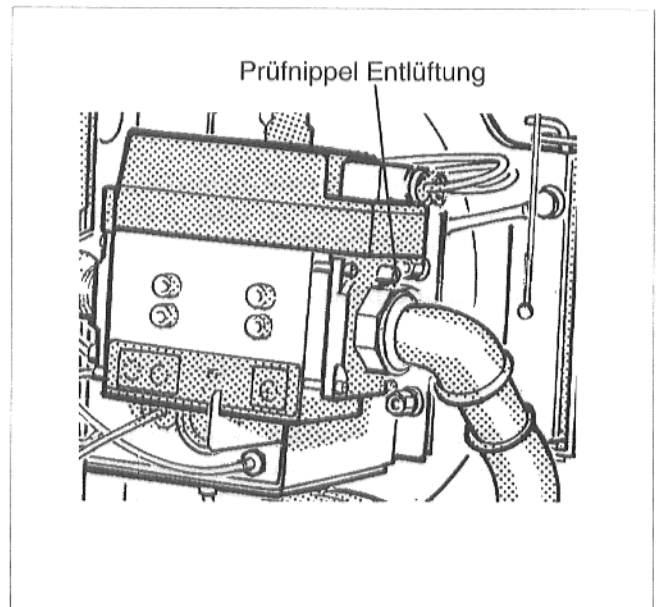

Abb.8a: Brennergröße 65–110 kW
- Gewindestift des Prüfnippels für **Entlüftung** und Gasfließdruck (Abb.8a u. 8b) lösen. Entlüften bis Gas ausströmt, danach Gewindestift wieder eindrehen.